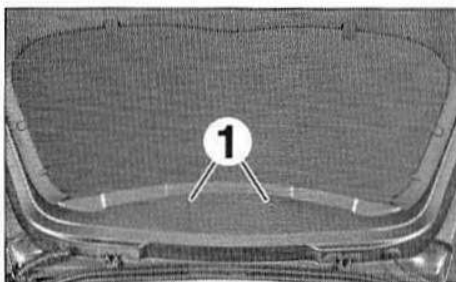

FIG.57
- Déposer les caches (1) (Fig.57).